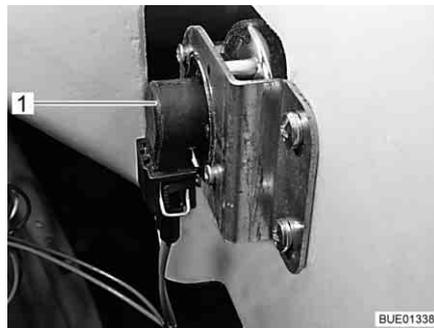

Fig. 286 Indicateur de direction
- Placer la main derrière le support de lampe (Fig. 286,1).